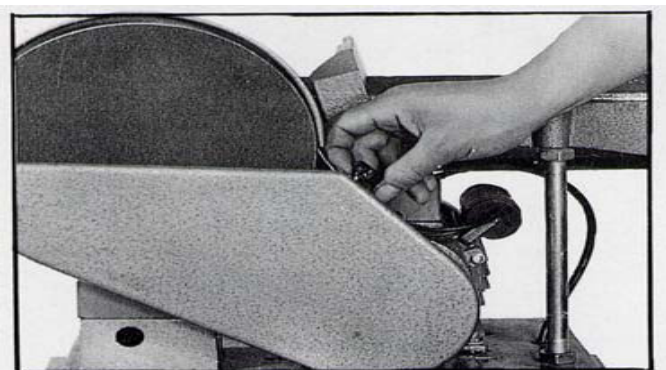

Fig 10.
1. Lossa vredet och öppna skivskyddet enligt bild 10.